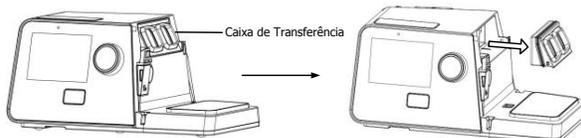

Fig. 18-2
(1) **Remoção da caixa de transferência:** Primeiro, remova a câmara de água do dispositivo e, em seguida, remova a caixa de transferência, conforme mostrado na Fig. 18-2.